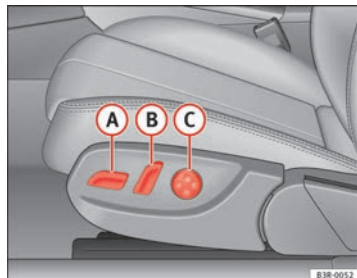
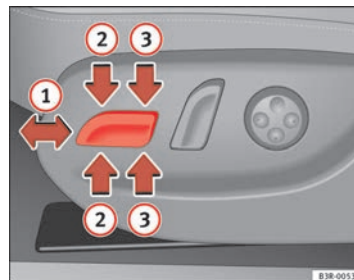

Fig. 106 Siège avant :
Fig. 107 Siège avant :
- Repoussez la commande **A** ⇒ fig. 106 vers l'avant ou vers l'arrière **1** ⇒ fig. 107 ⇒ ⚠.